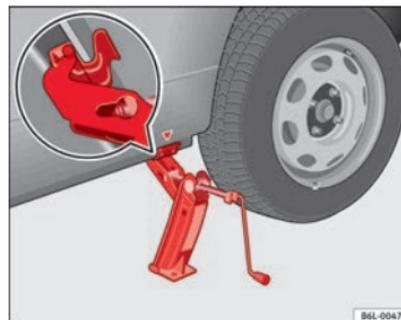

Fig. 144 Colocação do macaco
- Ajuste o macaco de modo a que a respectiva garra envolva o perfil da longarina inferior e a base móvel fique totalmente assente no chão ⇒ Fig. 144.